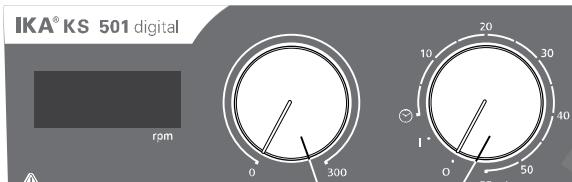

Fig. 3
- ⇒ 开启仪器时，顺时针转动“**开/关**”和“**定时**”旋钮(B, 见Fig. 3)至“1”位置。
- ⇒ 开启仪器时，顺时针转动“**开/关**”和“**定时**”旋钮(B, 见Fig. 3)至“ $\odot$ ”位置。
- ⇒ 转动“**转速**”旋钮(C, 见Fig. 3)设定马达转速。马达转速可在0到300 rpm范围内调整。